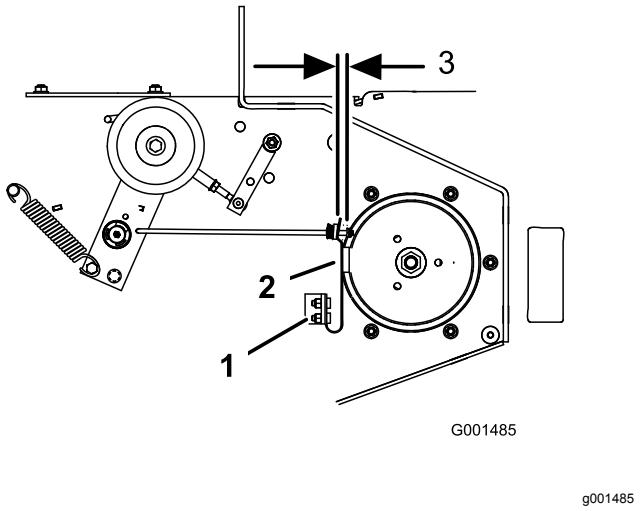

Figura 60
3. Se necessario, regolate i bulloni di fissaggio della molla in modo tale che il tampone del freno delle lame sfreghi contro entrambi i lati della gola della puleggia (Figura 60).
4. Regolate il dado all'estremità dell'asta del freno delle lame fino a ottenere un gioco di 3-5 mm tra il dado e il distanziale (Figura 60).